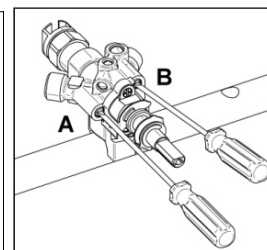

Fig.7
4. Per il rubinetto che comanda il bruciatore dual le viti di strozzamento sono situate sul corpo del rubinetto (**fig.7**), la vite **A** regola la corona esterna mentre la vite **B** regola la vite interna.